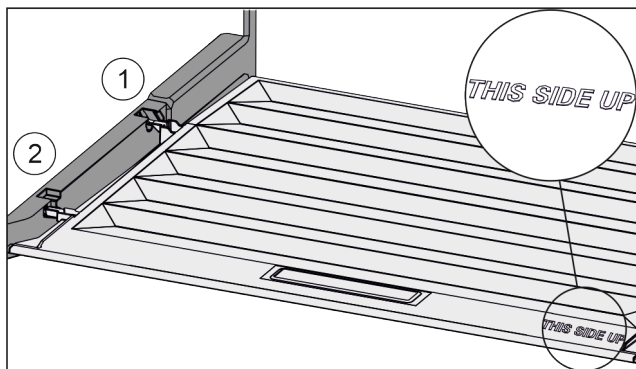

Fig. 44
- ▶ 从后部固定支架 Fig. 44 (1)开口导入桥形接片并卡入固定支架 Fig. 44 (2)的前端。